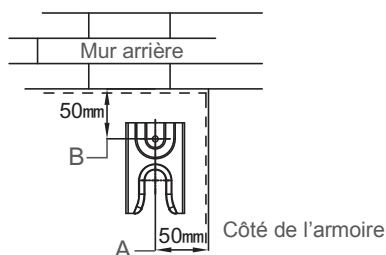

Figure 3
Avertissement: Pour éviter le basculement de la cuisinière, assurez-vous d'installer le crochet anti-basculement. Lors de l'installation du crochet anti-basculement, utilisez un tournevis pour monter le crochet anti-basculement (1) avec des vis (2) au sol, comme indiqué dans la Figure 3.